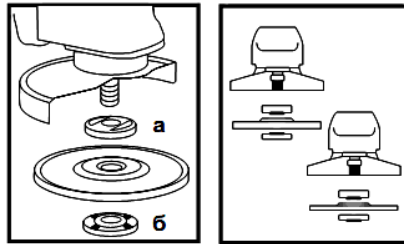

Рисунок 2
**4.4** Встановіть на виріб шліфувальний або відрізний круг. Для цього натисніть на кнопку фіксації шпинделя (1) і поверніть його до такого положення, при якому він зафіксується. За допомогою вилочного ключа з комплекту виробу відверніть і зніміть затискну гайку (б) (дивіться рисунок 2). Встановіть шліфувальний диск на посадкове місце фланцевої шайби (а) (рисунок 2), наживіть рукою затискну гайку на шпindel і затягніть її ключем з комплекту приладу.